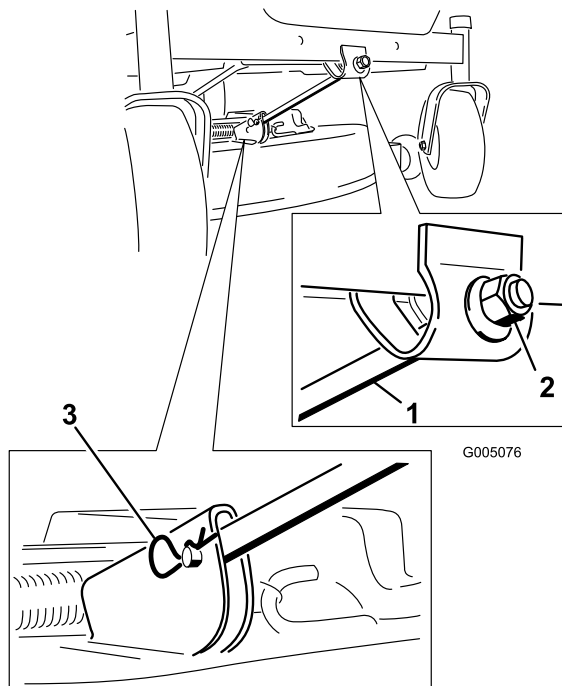

Figura 51
4. Retire el pasador y la chaveta de la varilla de soporte delantera (Figura 51). Baje cuidadosamente la parte delantera de la plataforma del cortacésped al suelo.
- Conecte la varilla de soporte delantera a la plataforma del cortacésped con el pasador y la clavija (Figura 51).